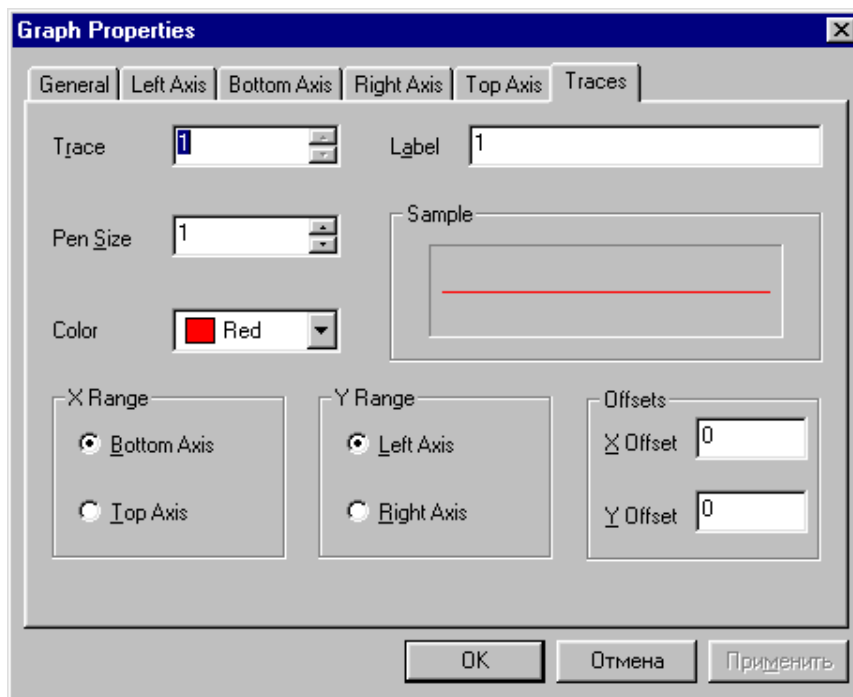

Рисунок 38 - Закладка Traces вікна для завдання параметрів графічного зображення
Зкладка Traces вікна налаштувань показана на Рис. 38.
- Label – завдання мітки даної точки (на Рис. 38 вона збігається з номером контрольної точки, проте тут може бути розміщена і інша інформація у вигляді коментарів);